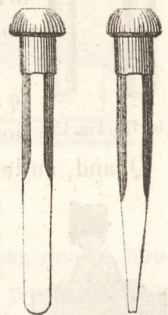

Fig. 154.
**Assemblage du coussinet et de la traverse.** — *Les coussinets sont ordinairement fixés sur les traverses au moyen de chevillettes en fer (fig. 154). A cet effet, la semelle est percée de deux ou quelquefois de trois trous circulaires.*